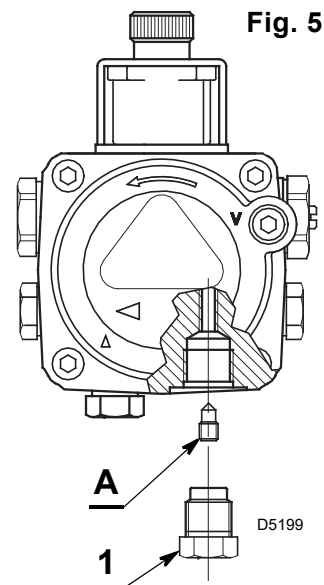

Fig. 5
- La pompe est prévue pour un fonctionnement en bitube. Pour le fonctionnement en mono-tube, il faut dévisser le bouchon de retour (1), enlever la vis de by-pass (A) et ensuite revisser le bouchon (1), (voir fig. 5).